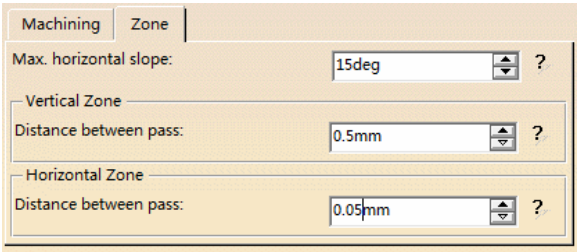

图 3-152 “Zone”选项卡（3）
- 在“Zone”选项卡(3)的“Max. horizontal slope”文本框中输入“15deg”, 在“Vertical Zone”选项下的“Distance between pass”文本框中输入“0.5”mm, “Horizontal Zone”选项下的“Distance between pass”文本框中输入“0.05”mm, 如图 3-152 所示。